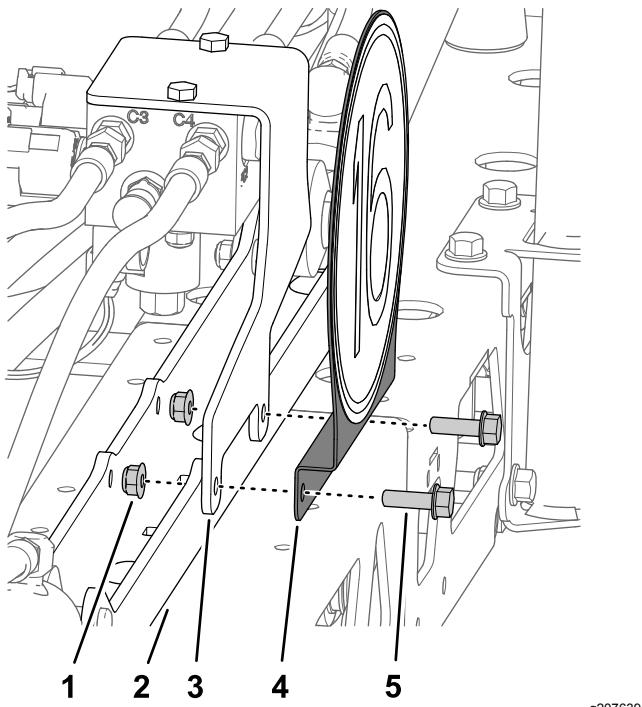

Figura 51
5. Alinhe os furos no suporte do sinal de velocidade, suporte do coletor do cilindro de elevação e montagem do cilindro de elevação (Figura 51).
4. Retire os dois parafusos de cabeça flangeada (5/16 x 1 pol.) e as duas porcas flangeadas (5/16 pol.) que prendem o suporte do coletor do cilindro de elevação à montagem do cilindro de elevação (Figura 51).
- 6. Monte o suporte do sinal de velocidade no suporte do coletor do cilindro de elevação e montagem do cilindro de elevação (Figura 51) com os dois parafusos de cabeça flangeada (5/16 x 1 pol.) com duas porcas de bloqueio flangeadas (5/16 pol.).